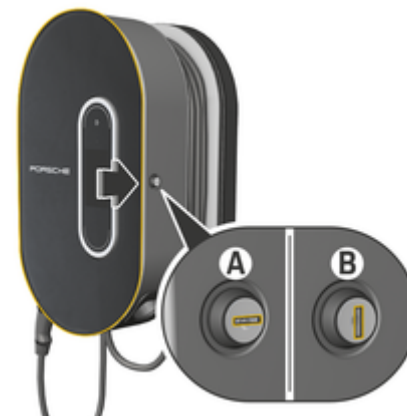

Fig. 62 Borne de recharge
- ▶ Tournez la serrure dans la position A (Fig. 62).
- ▶ Tournez la serrure dans la position **B** (Fig. 62).